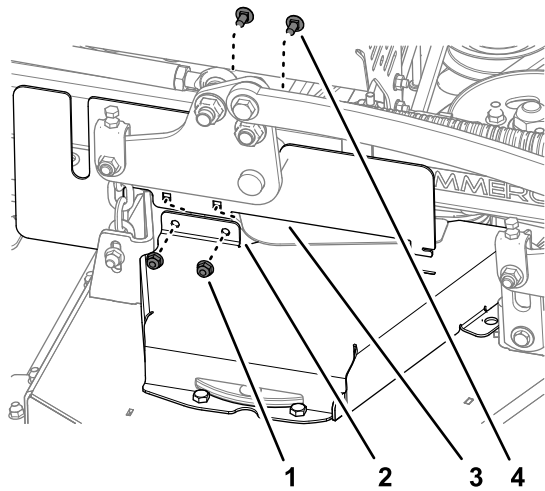

Figura 38
1. Retire los 2 pernos de cuello cuadrado y las 2 contratuercas que fijan la cubierta CE del lado derecho a la cubierta de la correa derecha (Figura 38).